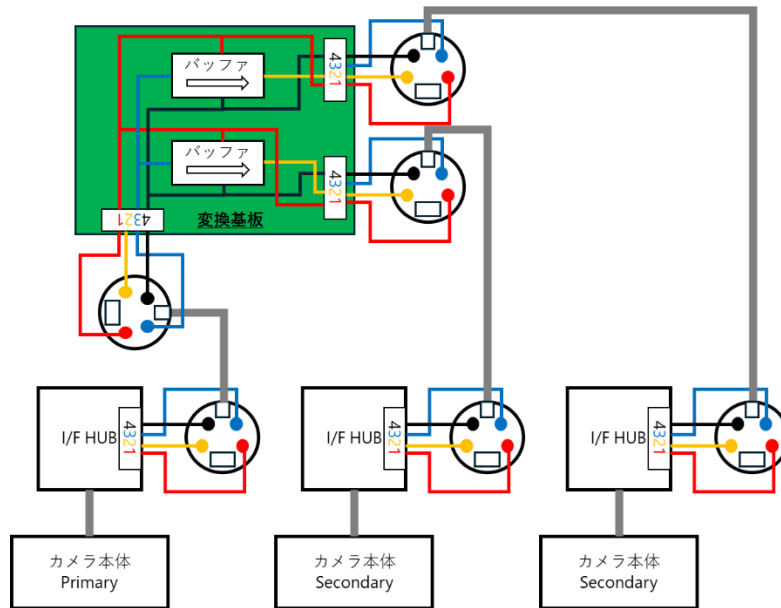

Figure 39. ToF カメラ並列接続用変換基板例
- カメラ同士を接続する際には、2 番ピンを入力、3 番ピンを出力として接続する必要があります。そのため、**Figure 39. ToF カメラ並列接続用変換基板例**に示す変換基板をご用意ください。